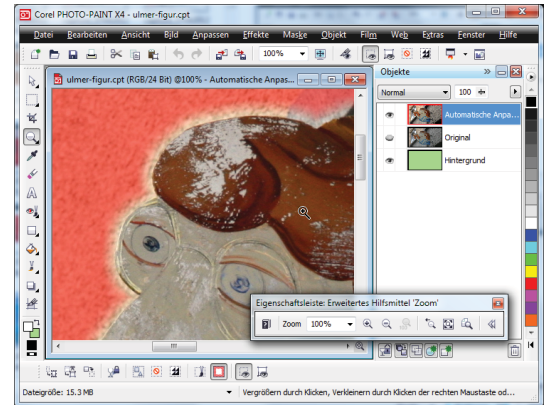

Abb. 10-74: Maskenumriss erweitern und weichzeichnen
- Maskenumriss weichzeichnen: M MASKE | MASKENUMRISS | VERLAUF: BREITE = 10 Pixel, RICHTUNG = Außen, RÄNDER = Linear (in Abb. 10-74 wurde die Breite der Deutlichkeit wegen auf 20 eingestellt).